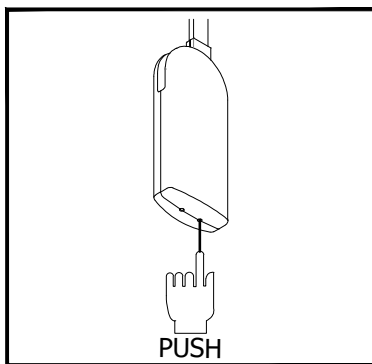

Fig. 22
- 1 - Appuyer sur la touche de programmation (Fig. 22) pendant 5 secondes, quand la touche est relâchée on entend un double Bip
Si vous souhaitez supprimer toutes les télécommandes maintenir appuyé la touche de programmation (Fig.22) pendant 10 secondes, une fois la touche relâchée vous entendrez trois bips consécutifs qui indiquent que toutes les télécommandes synchronisées ont été supprimées.